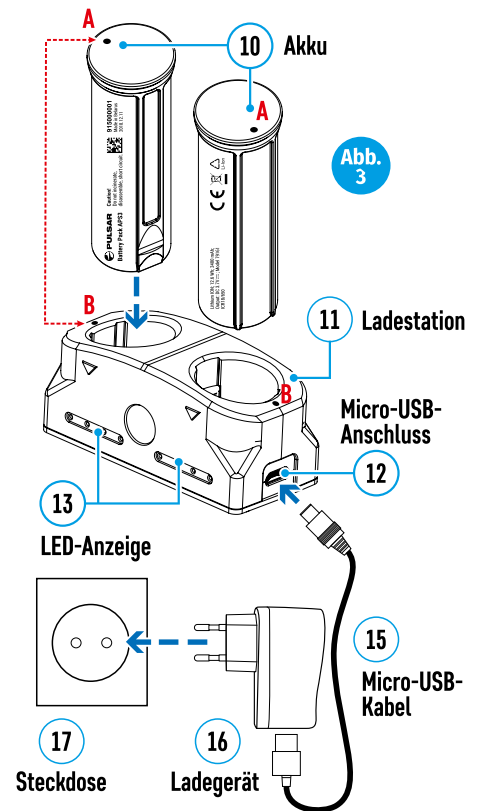

Abb. 3
Option 2 (Abb. 3):
- Schieben Sie den mit dem Gerät gelieferten oder separat erworbenen wiederaufladbaren Akku (10) entlang der Führungsschiene vollständig in den APS-Ladeschacht (separat erhältlich) (11) (siehe Abb. 3).
- Verbinden Sie den microUSB-Stecker des USB-Kabels (15) mit dem microUSB-Anschluss des Netzsteckers (16). Stecken Sie das Gerät in eine Steckdose mit 100–240 V (17).
- Verbinden Sie den zweiten Stecker des microUSB-Kabels mit der Buchse (12) des Netzladeadapters (11).
- Die LED-Anzeige (13) leuchtet auf.